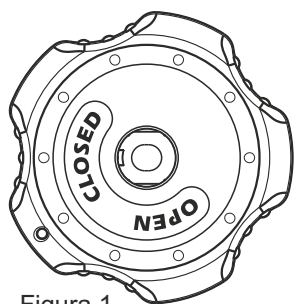

Figura 1
- 5.1 Introducir el pomo sobre la válvula con las inscripciones "OPEN" y "CLOSED" según figura 1. El pomo debe entrar totalmente hasta hacer tope con la válvula. Si el pomo está "invertido", verificar la posición de la chapa de arrastre, ésta NO entrará hasta su totalidad. Buscar la posición correcta antes de su montaje en válvula, de forma que "OPEN" y "CLOSED" queden según figura 1.